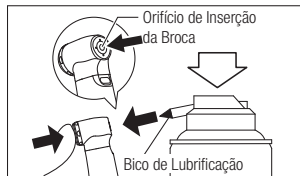

Fig. 10
- 2) Lubrifique o sistema de fixação diretamente pelo orifício de inserção da broca. (Fig.10)